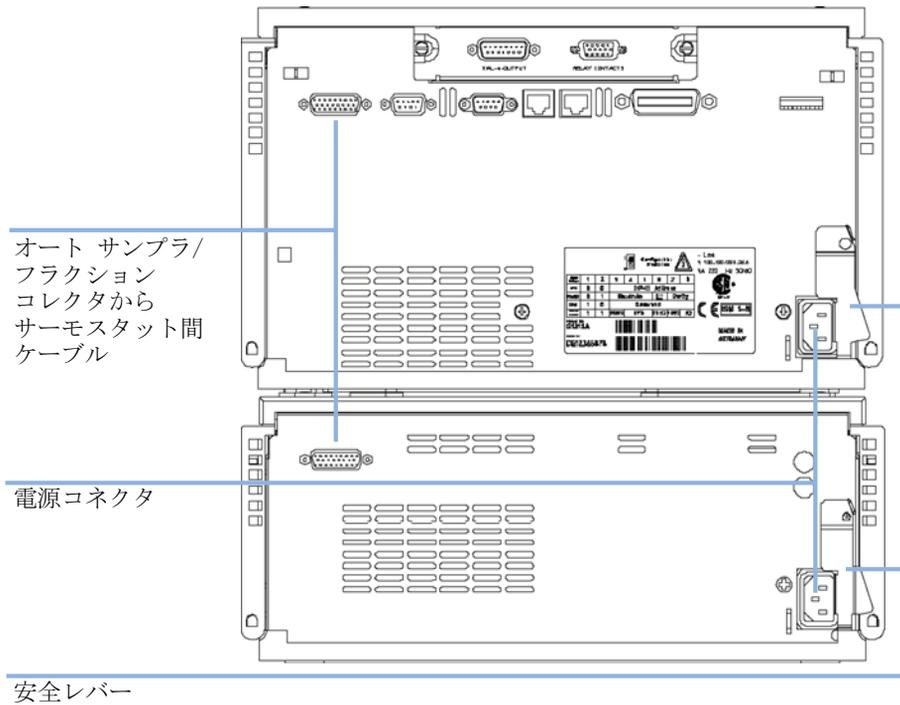

図 8 電源接続部および安全レバーは、冷却機能付きオートサンプラ / フラクシオン コレクタの背面にあります。
- 2 オートサンプラ / フラクション コレクタとサーモスタット間のケーブルを接続します。『27 ページ 図 8』を参照。
- 3 2 台のモジュール背面にある安全レバーを右の位置に移動させます（『27 ページ 図 8』を参照）。